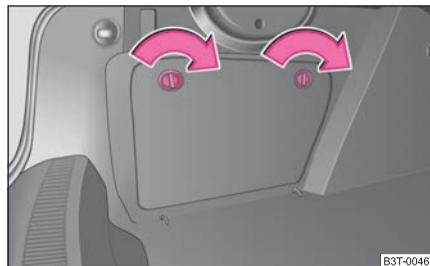
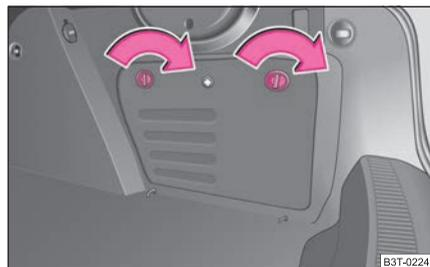

Abb. 107 Gepäckraum:
Abb. 108 Gepäckraum:
- Das Fach öffnen Sie durch Drehen der Verschlüsse in Pfeilrichtung ⇒ Abb. 107 ⇒ Abb. 108.
Im Fach rechts ⇒ Abb. 108 befinden sich der CD-Wechsler\*, der TV-Tuner\* und der Verbandskasten. ■